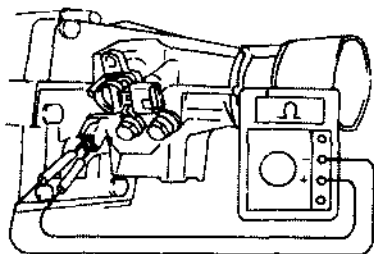

图 6.3 车速传感器阻值检测
(1) 车速传感器阻值检测。
- ① 将点火开关置于“OFF”位, 拔下车速传感器的线束插头。
- ② 用万用表测量车速传感器两接线柱之间的电阻, 如图 6.3 所示, 端子之间的电阻值为